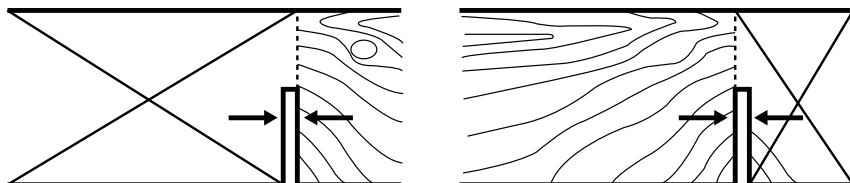

Fig. 12
- > Tenha em atenção ao bordo do corte quando corte pelas linhas marcadas. Não corte diretamente pela linha, mas sim ao lado desta (Fig. 12).